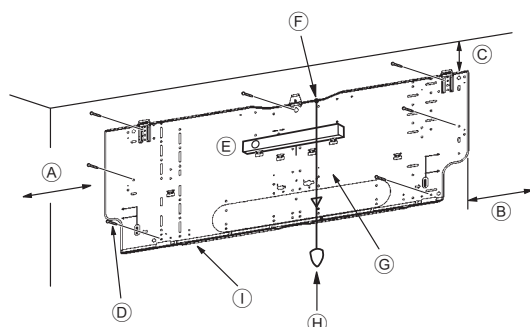
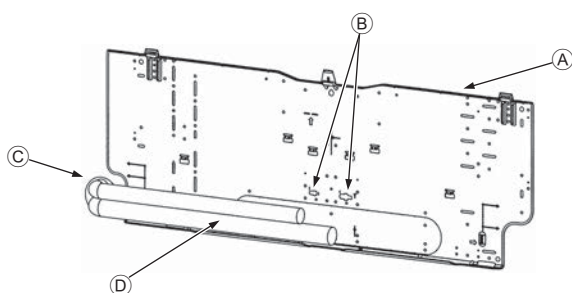

Fig. 3-4
Fig. 3-5
■ PKFY-P-VKM-E (Fig. 3-4)
- ① Min. 120 mm (617,6 mm of meer bij installatie van optionele afvoer pomp)
- ② Min. 220 mm
- ③ Min. 70 mm (130 mm of meer bij installatie van een leiding links, linksachter of linksonder en optionele afvoer pomp)
- ④ Bevestigingsschroeven (4 × 25) ②
- ⑤ Niveau
- ⑥ Bevestig een draad aan het gat.
- ⑦ Plaats de waterpas tegen de horizontale referentielijn van de ophangplaat zodat het apparaat waterpas hangt. Hang een gewicht aan de draad en lijn deze uit met ▽ EPK van de ophangplaat.
- ⑧ Gewicht
- ⑨ Ophangplaat ①
3.3. Bij het inbrengen van de pijpen in de muur (Fig. 3-5)
- ① Ophangplaat ①
- ② Referentiemarkering voor verbinding
- ③ Door gat
- ④ Leidingen in muur